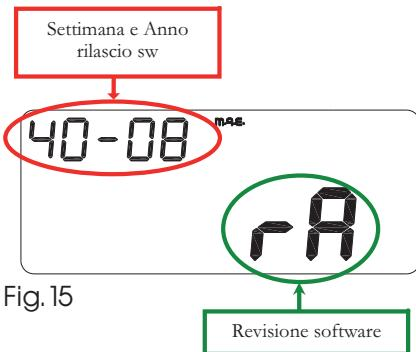

Fig. 15
- I^ª página (cada vez que se conecta con la batería del vehículo): Versión y fecha de lanzamiento del software (durante aprox. 3 segundos) (fig. 15).
- I^ª page (à chaque branchement avec la batterie du véhicule) : Version et date de délivrance du logiciel (pendant environ 3 secondes) (fig. 15).